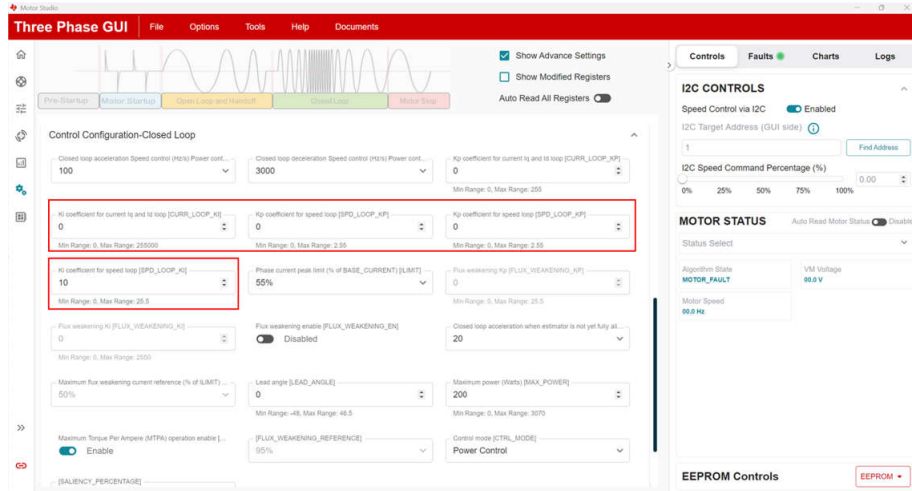

图 4-4. HW_LOCK_LIMIT
1. 使用 图 4-4 中圈出的字段，将 SPD_LOOP_KP、SPD_LOOP_KI、CURR_LOOP_KP 和 CURR_LOOP_KI 设置为零。这使 MCF8329HS 能够自动计算速度环路和电流环路 PI 控制器增益。